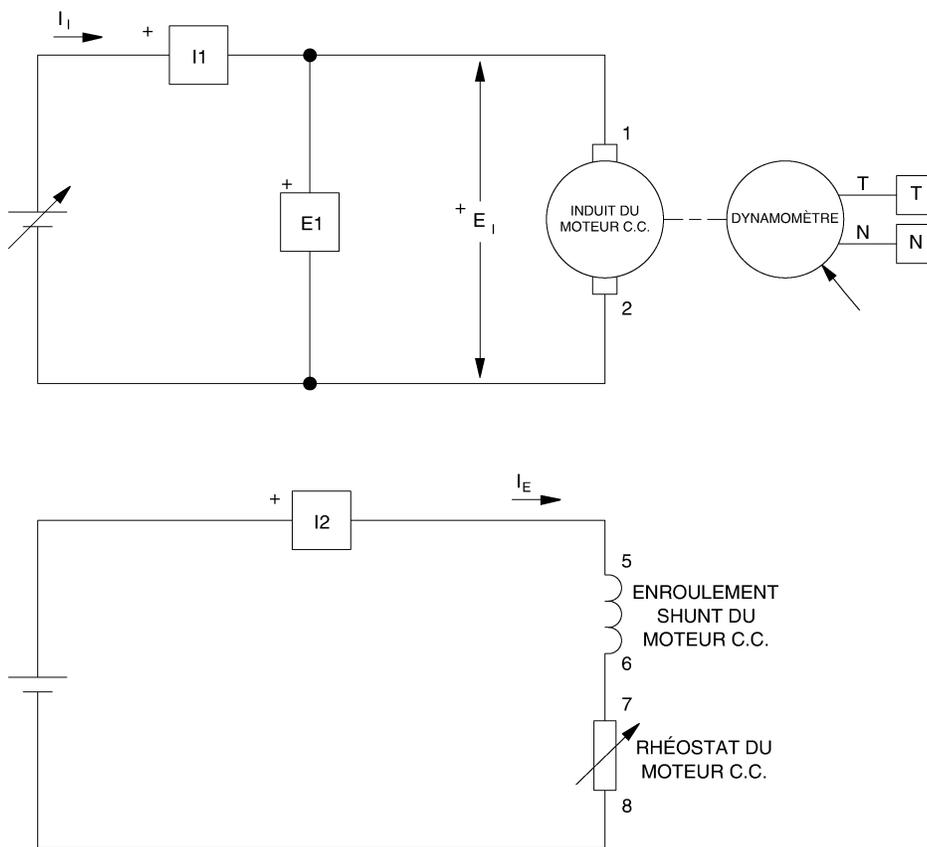

Figure 2-20. Moteur c.c. à excitation séparée couplé à un dynamomètre.
Dans la première partie de cette expérience, vous allez monter l'équipement dans le Poste de travail, raccorder l'équipement comme à la figure 2-20 et effectuer les réglages appropriés sur le module Moteur d'entraînement / Dynamomètre.
- 5. Montez le circuit du moteur c.c. à excitation séparée illustré à la figure 2-20. Il est à remarquer qu'il s'agit du même montage que celui utilisé au cours de l'expérience précédente.